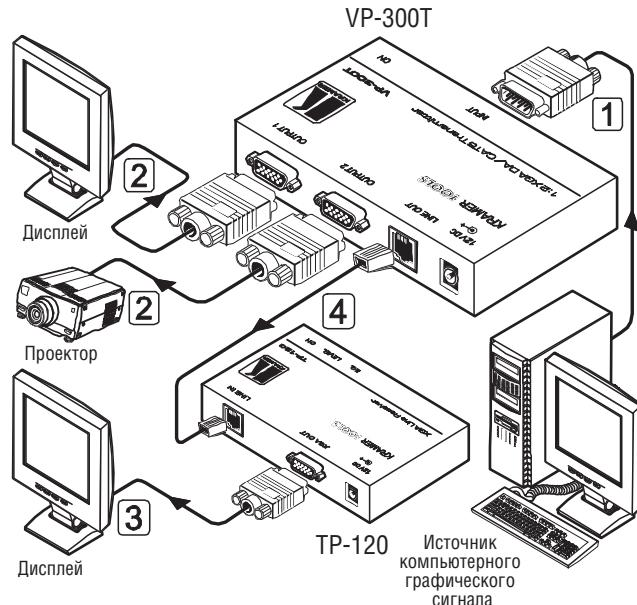

Рис. 9. Подключение источника и приемников сигнала к VP-300T
**VP-300T** можно использовать совместно с приемником сигнала по витой паре (например, **TP-120**) для построения системы передачи сигнала XGA на большое расстояние. Пример такой системы показан на рис. 9.